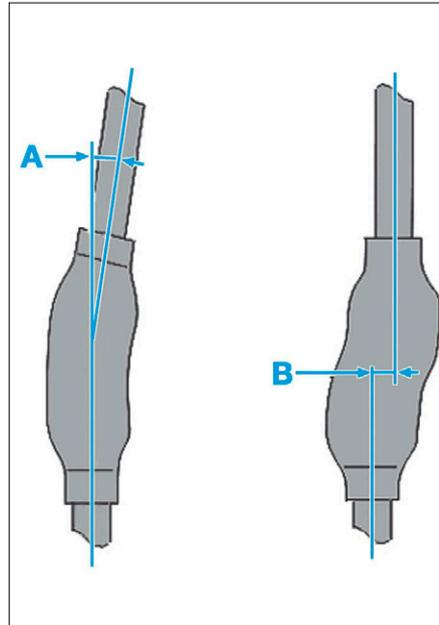

FIG. 78
Ne pas déformer le tube flexible avant de (Fig.78) : Flexible avant déposé, plus de 20° (A), 20 mm axial et 25 mm en cisaillement (B). Flexible avant en place, plus de 3° angulaire (A), 0 mm axial et 3 mm en cisaillement (B).